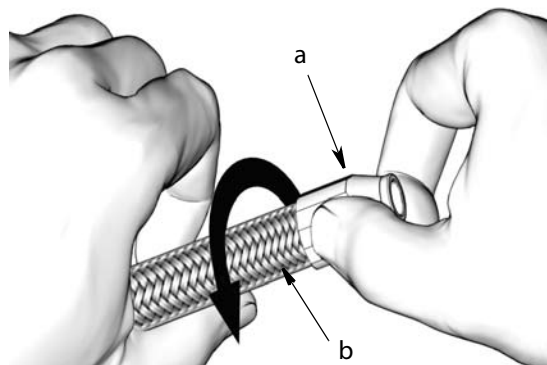

Рис.58
4. Наденьте муфту (a) на обрезанный конец шланга (b). Вручную затяните муфту на шланге, накрутив ее на шланг против часовой стрелки (Рис.58).